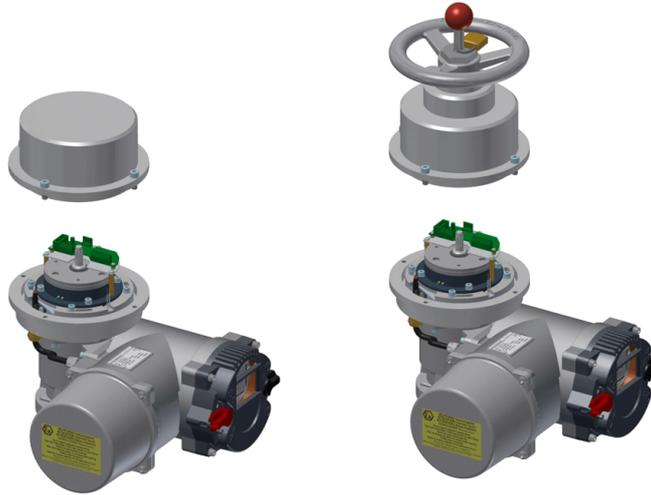

Bild 11: Öffnen des Deckels
1. Öffnen des Deckels wie in Bild 11, Seite 21.